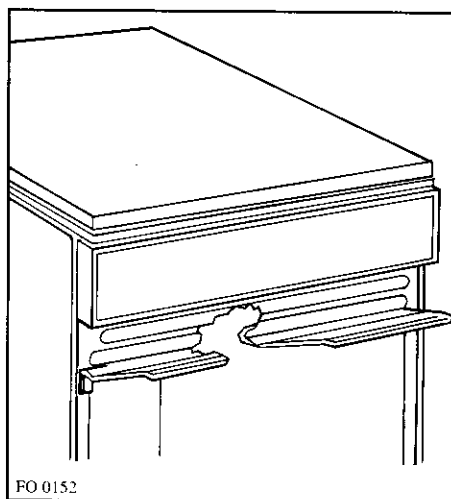

Fig. 6
**Attention:** L'utilisation du gril se fait porte entrouverte. Il est également nécessaire d'appliquer l'écran de protection des manettes (Fig. 6 et 7).
- **Appliquez l'écran de protection comme indiqué sur les figures 6 et 7 et laissez la porte entrouverte (pendant toute la durée de cuisson).**